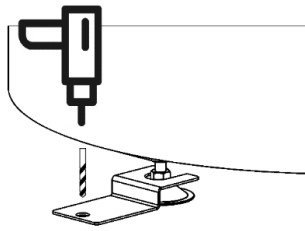

Fig. 2e;
**Le chauffe-eau doit (conformément à l'article 20 de la norme EN 60335-1) être fixé au rectifié à l'aide du support de fixation prévu à cet effet conformément à la Fig 2e.**